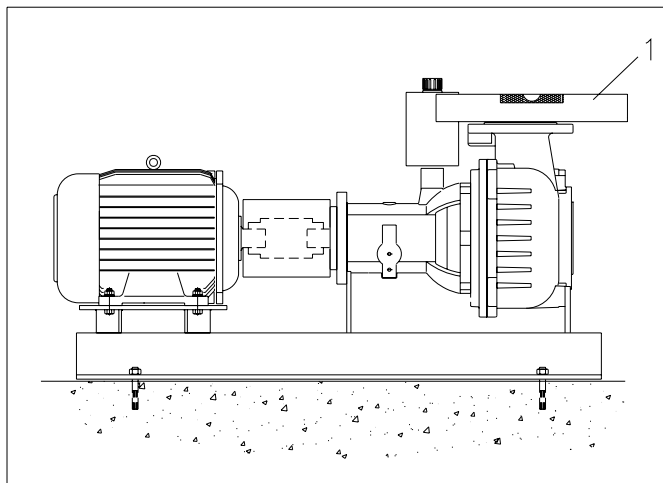

Fig. 7.2
- het bovenvlak van persflens waterpas staat, zie fig.7.2 pos 1.